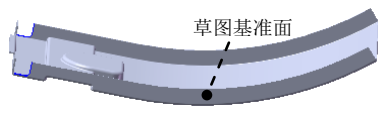

图 14.2.30 切除—拉伸 1
Step9. 创建图 14.2.30 所示的切除—拉伸 2。
(1) 选择命令。选择下拉菜单 **插入(I)** → **切除(C)** → **拉伸(E)...** 命令。
(2) 定义特征的横断面草图。
① 定义草图基准面。选取图 14.2.30 所示的表面作为草图基准面。